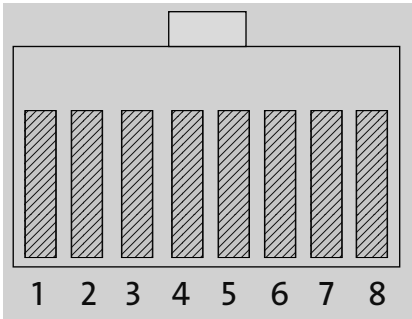

Abbildung 2.6 Belegung RJ45-Stecker, Ansicht von vorn mit oben liegender Rastnase
An allen Kabeln kommt der achtpolige *Western-Stecker*, Typ RJ45, zum Einsatz. Die Kontakte sind durchnummeriert (Abbildung 2.6).
6. Ordnen Sie die Adern gemäß Tabelle 2.3 bis Tabelle 2.5 sowie Abbildung 2.6 an, und stecken Sie deren Enden durch die Kammplatte (Abbildung 2.19).